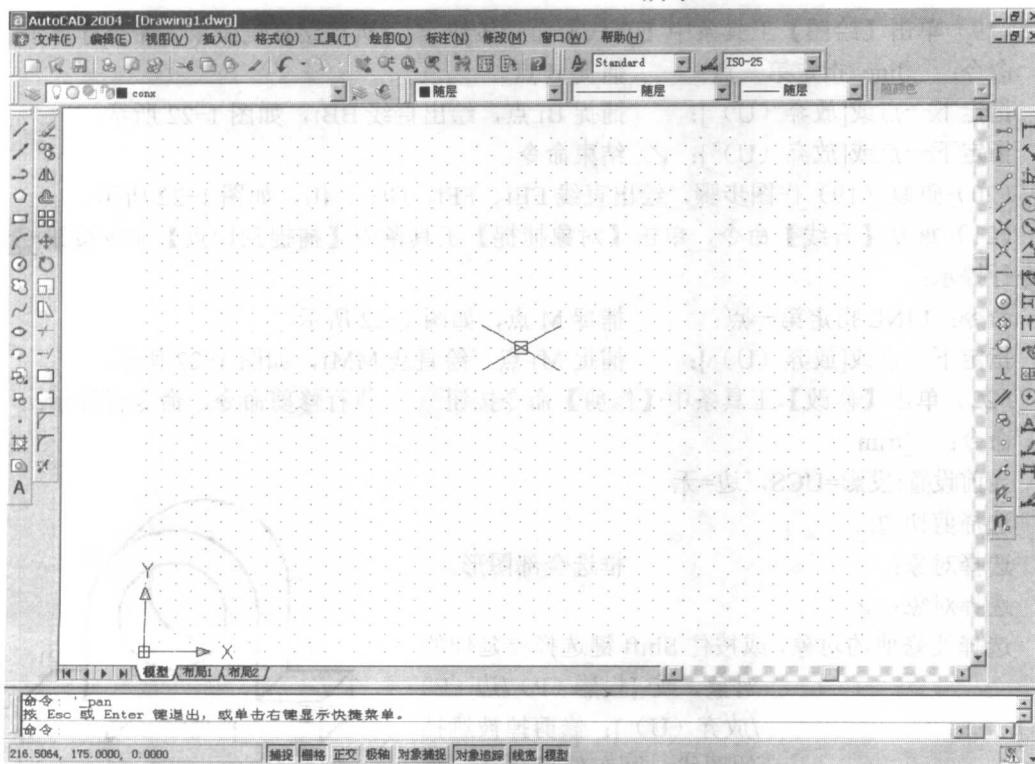

图 1-23 轴测投影模式的设置
- (3) 输入栅格类型[标准(S)/等轴测(I)] <S>: I \checkmark 。
- (4) 指定垂直间距 <10.0000>: \checkmark 轴测投影模式设置完成，如图 1-23 所示。